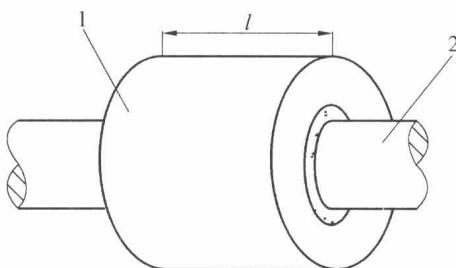

图 2.2 例题图 2
2. 一滑动轴承由外径 $d = 99.6 \text{ mm}$ 的轴 2 和内径 $D = 100 \text{ mm}$ 、长度 $l = 120 \text{ mm}$ 的轴套 1 组成,如图 2.2 所示。在均匀的缝隙中充满了动力黏度 $\mu = 0.051 \text{ Pa} \cdot \text{s}$ 的润滑油(油膜厚度为 0.2 mm)。试求使轴以转速 $n = 480 \text{ r/min}$ 旋转时所需的转矩。